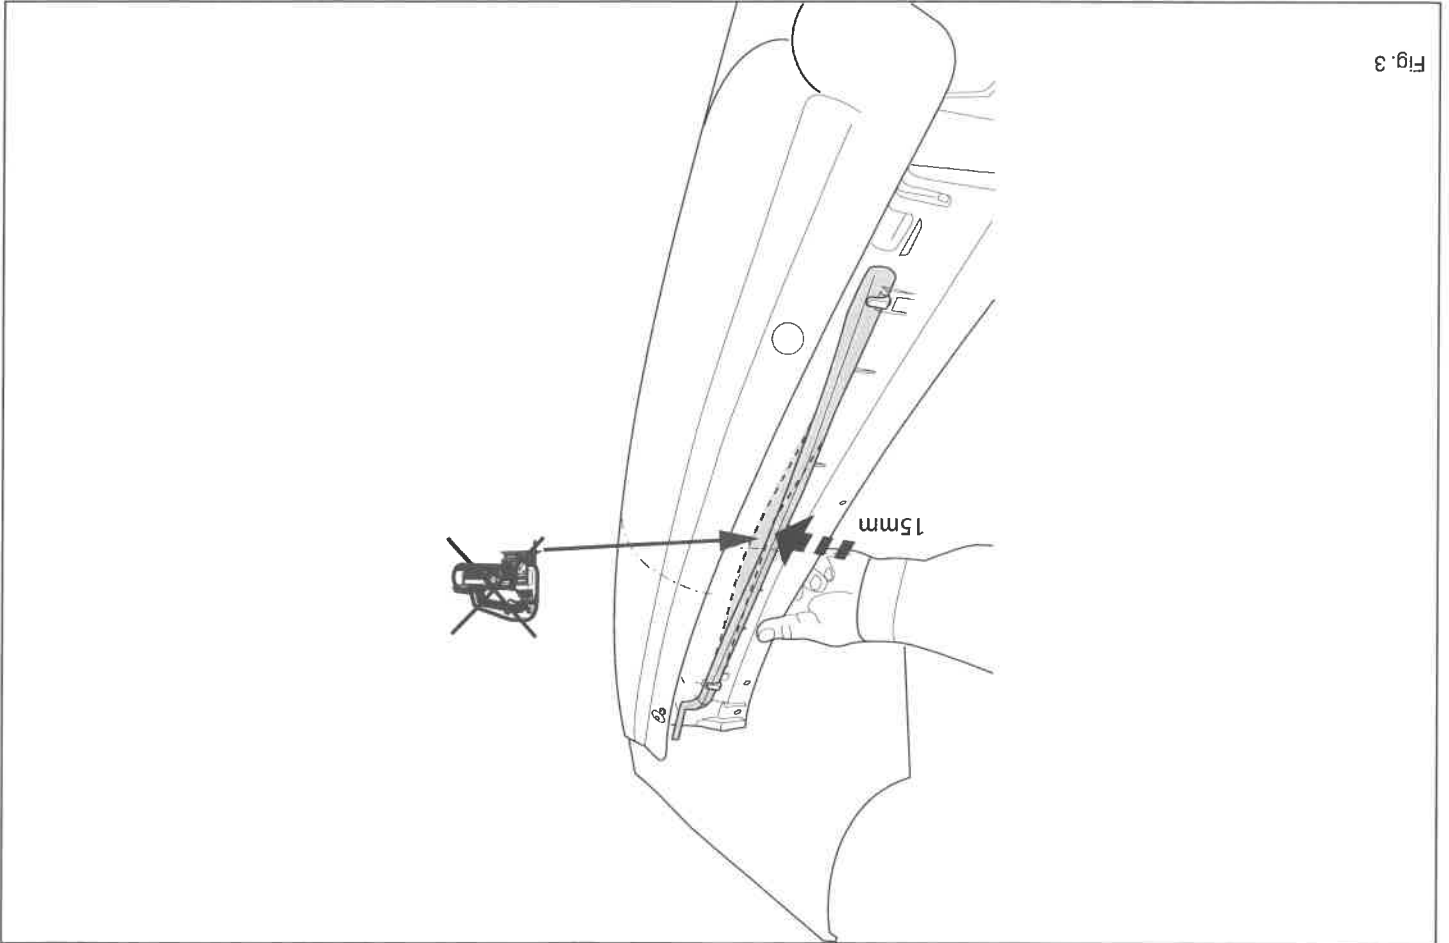

Fig. 3
8. Move the sensor if present. See figure 3.
8. Falls einer Sensor vorhanden ist, diese verlegen. Siehe Abbildung 3.
8. Le cas échéant, déplacer le capteur. Voir la figure 3.